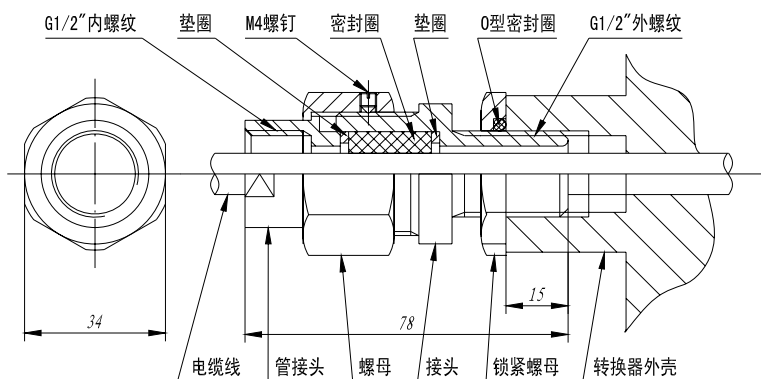

图 7
2. 电缆线的安装(见图 7)
工作界面可参考第四部分的转换器显示方式举例图 7 及其说明。